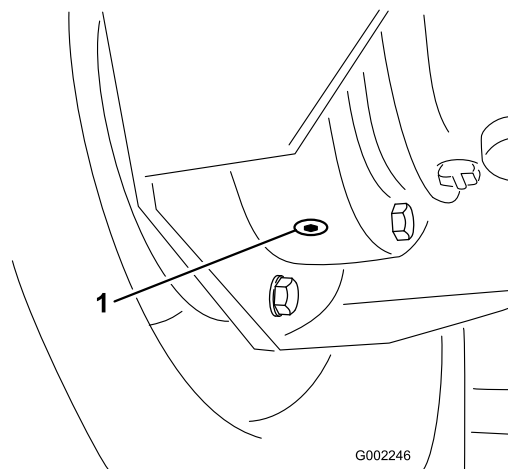

図 49
4. 内側のドレン・プラグの下に容器を置き、このプラグを外す（図 49）。